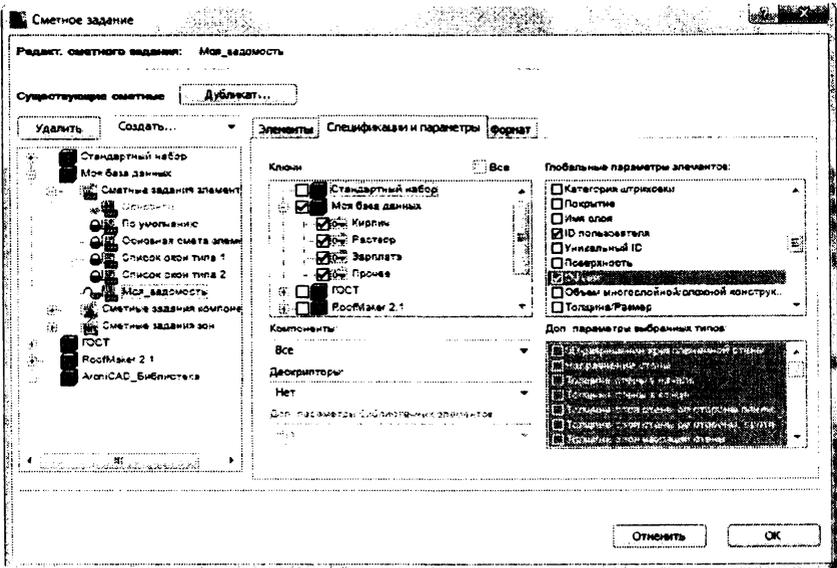

Рисунок 58
- установите значения остальных параметров в соответствии с рис. 58.